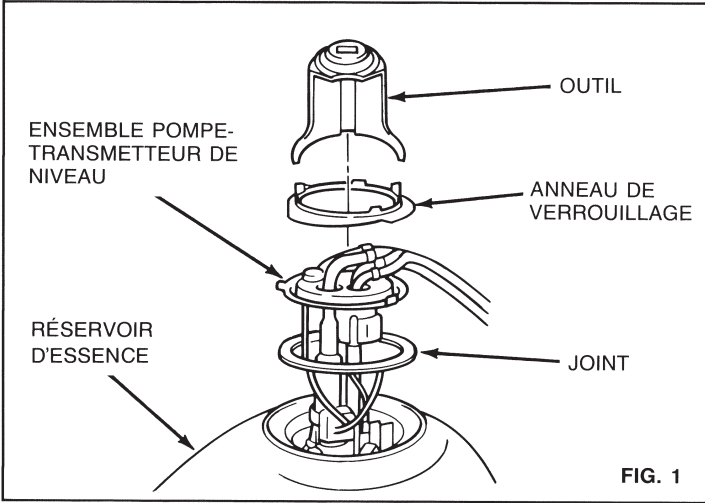

FIG. 1
1) Sur les Explorer, un anneau métallique muni de saillies s'adapte sur un anneau incorporé au réservoir (figure 1). Ford fabrique un outil spécial pour déposer cet anneau. Le mieux est d'utiliser cet outil, mais on peut aussi utiliser une autre méthode. Quelle que soit la méthode choisie, elle ne doit produire aucune étincelle (ce qui risquerait de causer un incendie ou une explosion).